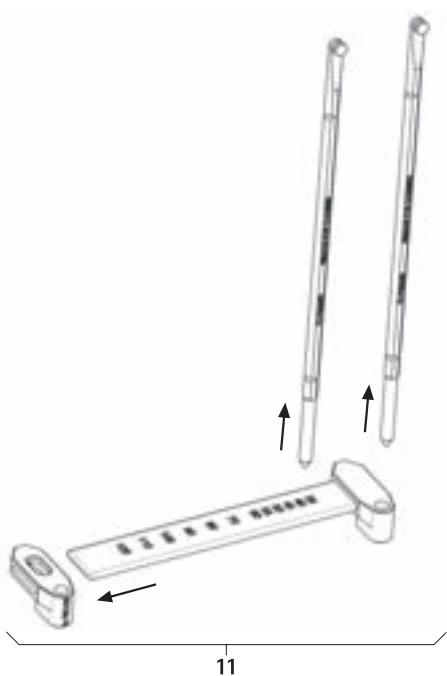

Fig. 7
- Desmontar o medidor do comprimento de barras 11, ver Fig. 7.